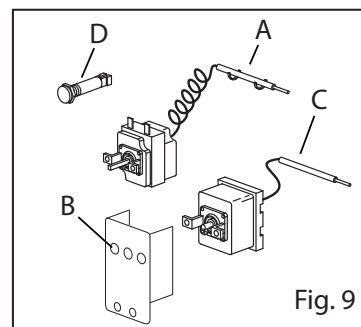

Fig. 9
- Extraer la cubeta del soporte (Fig. 9/A)
- Destornillar el TERMOSTATO del soporte (Fig. 9/B)
- Extraer la cubeta del soporte (Fig. 9/C)